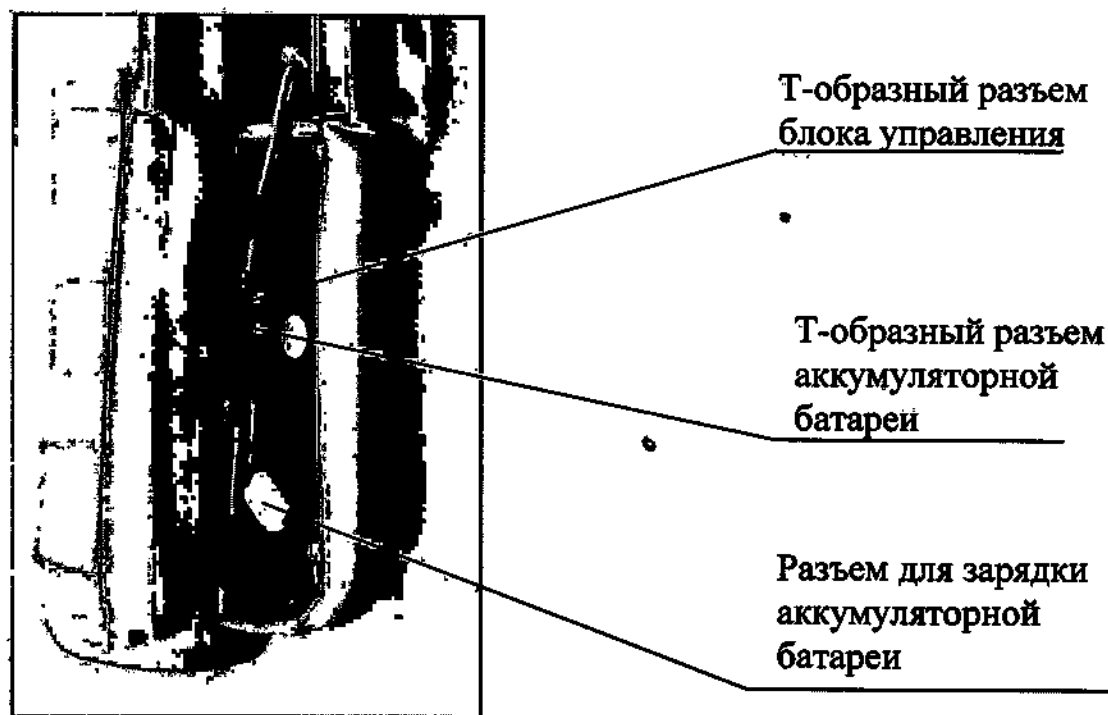

Рисунок 8 – Подключение аккумуляторной батареи
2.7.7.6 Подключить Т-образный разъем блока управления к разъему на кабеле аккумуляторной батареи (Рисунок 8).